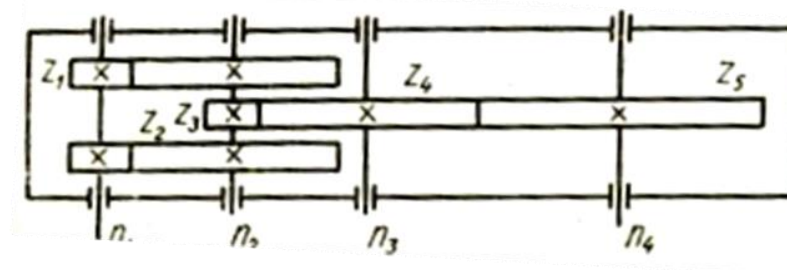

Рис. 5.
10. Выберите правильные ответы. Если в редукторе указанной схемы (рис. 5) в 2 раза уменьшить (увеличить) число зубьев колеса Z_4 , то как изменится число оборотов в минуту на выходе (на валу 4) ?